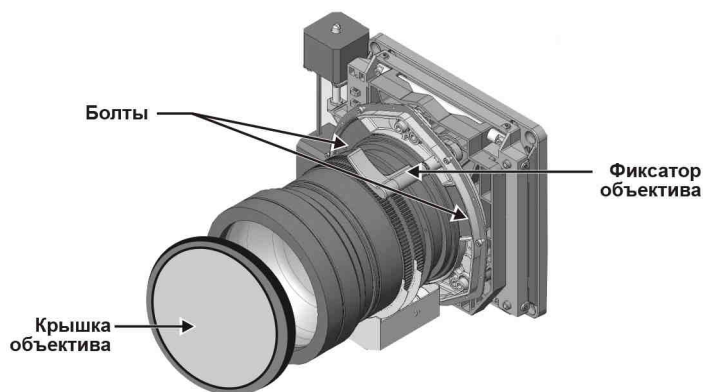

Рис. 4-6 Освободите фиксатор объектива
2. Закройте объектив крышкой и освободите фиксатор, толкая его вверх (2.Рис. 4-6).
3. Если потребуется, вывинтите два винта, фиксирующих объектив в узле крепления, с помощью шестигранника на 5 мм (Рис. 4-6). Эти винты нужны только в случае потолочного монтажа проектора.